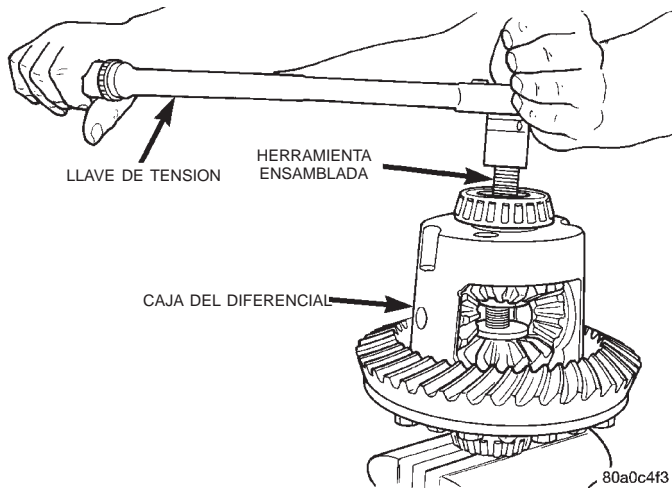

Fig. 69 Ajuste de la herramienta de compresión de muelles Belleville
(9) Apriete el tornillo forzador con una torsión de 122 N·m (90 lbs. pie) (máximo) para comprimir los muelles Belleville en los conjuntos de embrague (Fig. 69).